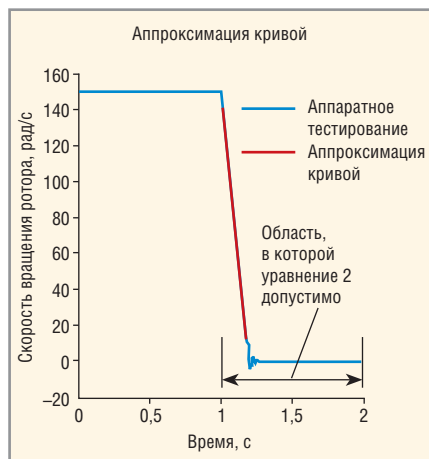

Рис. 3. График скорости вращения ротора во время теста выбега. Синяя кривая – результат аппаратных испытаний; красная кривая – результат аппроксимации кривой
После выполнения тестов данные измерений скорости были визуализированы в MATLAB и использованы в программном пакете расширения MATLAB Curve Fitting Toolbox. Это позволило аппроксимировать уравнение (2) для угловой скорости вращения ротора (ω_r) к данным измерения скорости ротора в процессе выбега. С использованием значения H , полученного из аппроксимации кривой, была проведена оценка уравнения (2) от начала выбега, а результаты были выведены на график вместе с исходными данными испытаний (см. рис. 3). Как показывает рисунок 3, уравнение (2) со значением H , полученным из аппроксимации кривой, весьма точно предсказывает скорость вращения двигателя во время выбега.